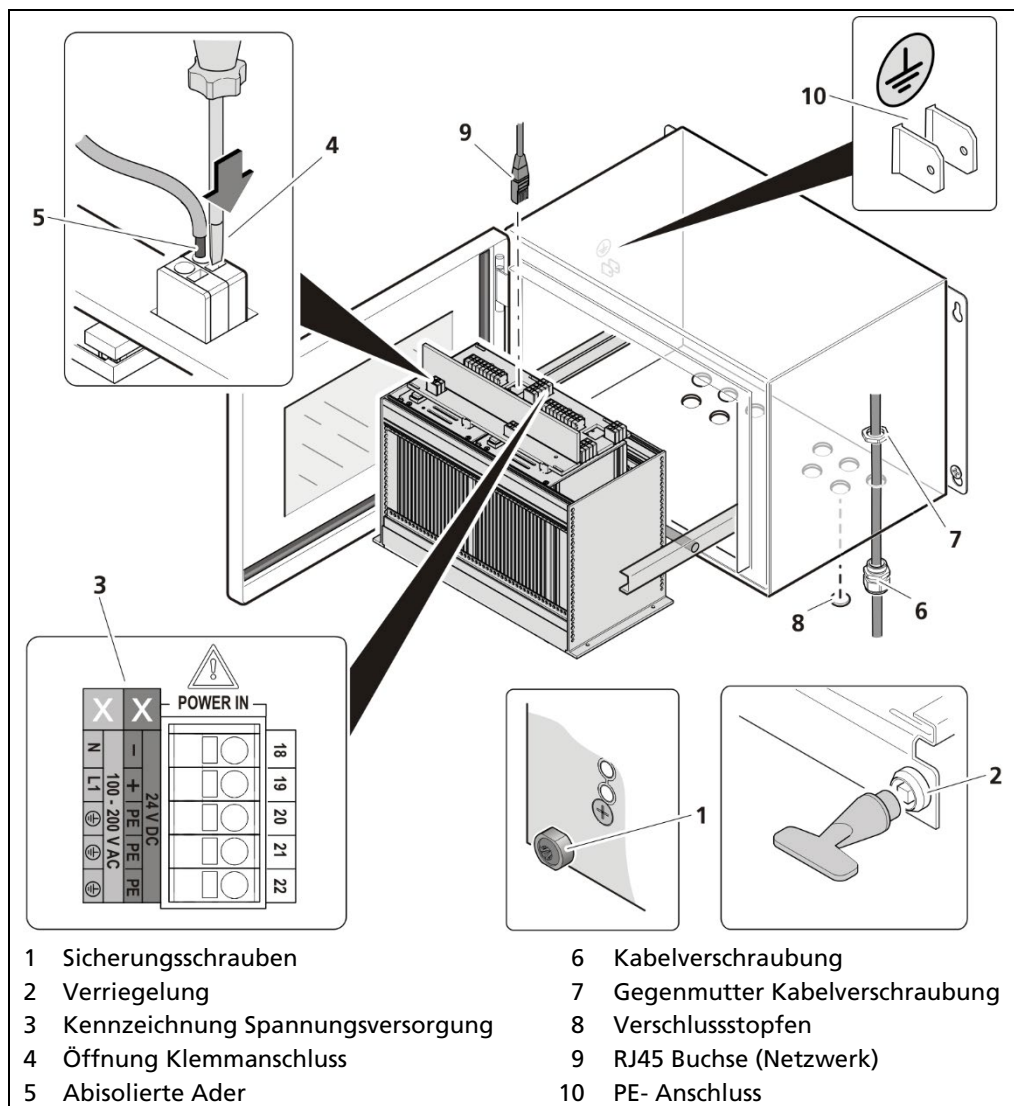

Abb. 18 Elektrischer Anschluss im Wandgehäuse (Bsp.: Master-Master)
1. Stellen Sie sicher dass die Sicherungsschrauben (Abb. 18, Pos.1) aller Module angezogen sind um ein Herausgleiten zu verhindern.
2. Lösen Sie die Verriegelung (Abb. 18, Pos.2) mit dem mitgelieferten Vierkantschlüssel und ziehen Sie den Baugruppenträger heraus.
4. Führen Sie die Leitungen durch die Kabelverschraubungen (Abb. 18, Pos.6),
durch die Öffnungen des Wandgehäuses und durch die Gegenmutter der Kabelverschraubung (Abb. 18, Pos.7).
5. Verschrauben Sie die Kabelverschraubung (Abb. 18, Pos.6) mit der Gegenmutter (Abb. 18, Pos.7).
Es darf nur die Spannung des gekennzeichneten Bereichs (Abb. 18, Pos.3) angelegt werden!
7. Öffnen Sie mit einem Betätigungswerkzeug (Schlitz-Schraubendreher) den Klemmanschluss (Abb. 18, Pos.4) und führen Sie die abisolierte Ader (min. 8mm) (Abb. 18, Pos.5) ein. Durch Herausziehen des Betätigungswerkzeuges wird der Klemmanschluss geschlossen. An die Klemmen können folgende flexible Adern angeschlossen werden:
8. Stecken Sie den Netzwerkstecker in die RJ45 Buchse (Abb. 18, Pos.9) (optional).
9. Überprüfen Sie den korrekten Anschluss der PE-Leitung (Abb. 18, Pos.10).
10. Ziehen Sie für eine optimale Dichtheit und Zugentlastung alle Kabelverschraubungen (Abb. 18, Pos.6) an bis der Dichteinsatz zwischen Kabelverschraubung und Kabel schließt.